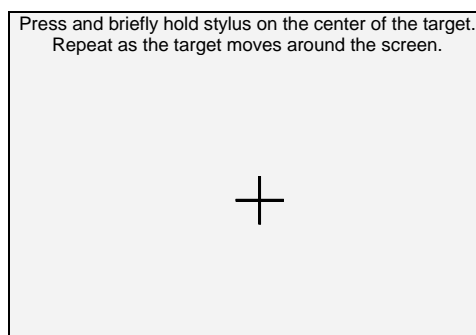

Fig. 17 : Page-écran de calibration écran tactile
2. Appuyer légèrement sur le stylet de pointage PT400 sur le point central de la croix à l'écran (voir la Fig. 17) et la déplacer vers les quatre angles de l'écran.